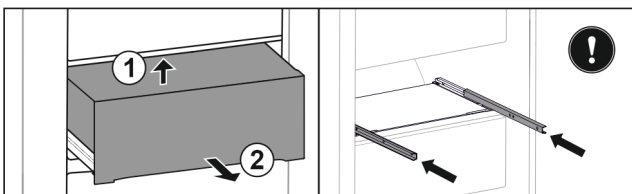

Fig. 159
- ▶ Підняти висувний ящик знизу назад. Fig. 159 (1)
- ▶ Вийняти висувний ящик рухом вперед. Fig. 159 (2)